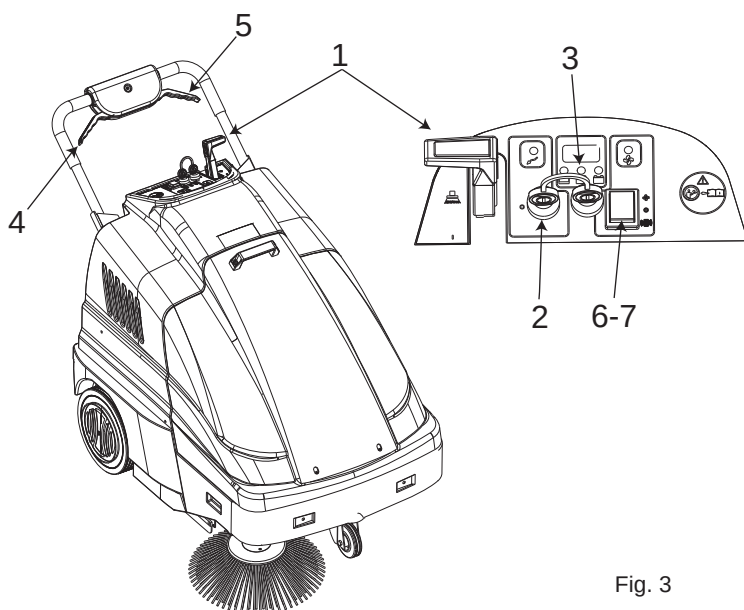

Fig. 3
- Breng de hendel voor het opheffen van de borstel (pos. 1 Fig. 3) in stand "0".
- Controleer of de zijborstel pos. 1 Fig. 3 in stand "0" staat.
- Zet de sleutelschakelaar pos. 2 Fig. 3 in stand "I".
- Na het omdraaien van de sleutel wacht u ongeveer 10 seconden voordat de machine start. Controleer op het controlelampje pos. 3 Fig. 3 of de accu volledig is opgeladen voordat u begint te werken: is dit niet het geval, laad dan de accu op.
- Start de zuigunit door de schakelaar pos. 7 Fig. 3 in stand "I" te zetten.
Schakel de zuigunit uit door de schakelaar pos. Fig. 3 in stand "0" te zetten, wanneer de machine verplaatst moet worden.
- Trek aan de tractiehendel pos. 4 Fig. 3 en ga verder met de reiniging. Bedien indien nodig de hendel pos. 1 Fig. 3 door hem in stand "I" te zetten om de zijborstel in te schakelen. Zet aan het einde van het werk, de hendel van de zijborstel (indien gebruikt) in stand "0"; schakel de machine uit en verwijder de sleutels uit het instrumentenpaneel.
De oplaadduur van de accu is afhankelijk van het routineonderhoud en de mate van ontlading. Laat de acculading niet tot onder de limiet zakken die door de lampjes in pos. 3 Fig. 3 wordt aangegeven. Zodra het maximale ontladingsniveau is bereikt, stopt de machine en moet deze worden opgeladen voordat ze opnieuw kan worden gebruikt.